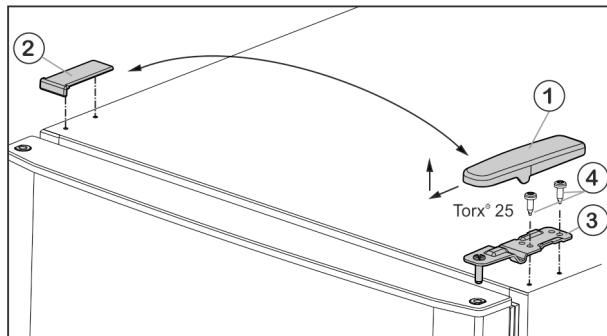

Fig. 5
- Skinite pokrov Fig. 5 (1) prema naprijed i gore.
- Podignite pokrov Fig. 5 (2).
► Odvijte gornji podložak ležaja Fig. 5 (3) (2 puta Torx® 25) Fig. 5 (4) i izvucite ga prema gore.
- ▶ Umetnite gornji podložak ležaja Fig. 5 (3) na novu stranu šarki u vrata.
- ▶ Čvrsto pritegnite gornji podložak ležaja (**s 4 Nm**) (2 x Torx® 25) Fig. 5 (4). Po potrebi upotrijebite odvijač na baterije.
- ▶ Pokrov Fig. 5 (1) postavite izvana na suprotnoj strani tako da se fiksira.
- ▶ Pokrov Fig. 5 (2) postavite odozgo na suprotnoj strani tako da se fiksira.